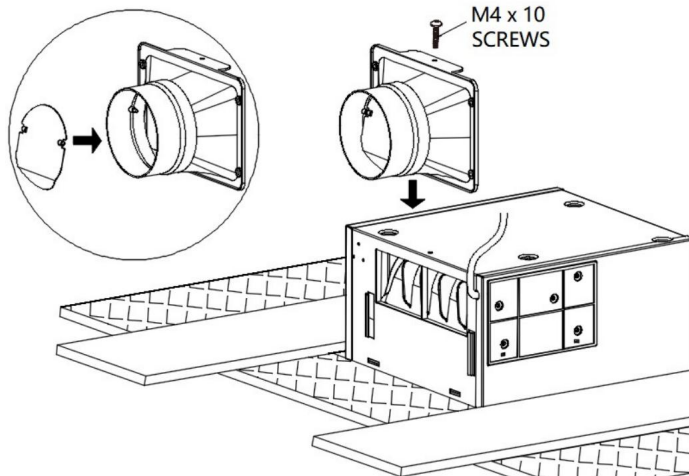

Abb.5.
6. Setzen Sie die Kunststoffplatte in den Kanalananschluss ein. Setzen Sie dann den Kanalanschluss in das Lüftergehäuse ein und ziehen Sie die Schrauben fest. (Siehe Abb. 5.)